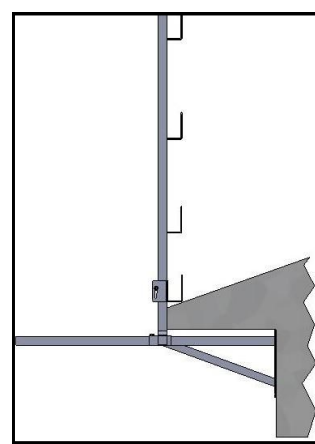

fig.7
- Posizionare la staffa ad "L" inferiore aderente alla superficie di lavoro o comunque nella posizione più bassa possibile (fig. 7 a pag. 9) e quindi bloccarla, facendo scorrere la vite in dotazione verso il basso all'interno dell'asola ;